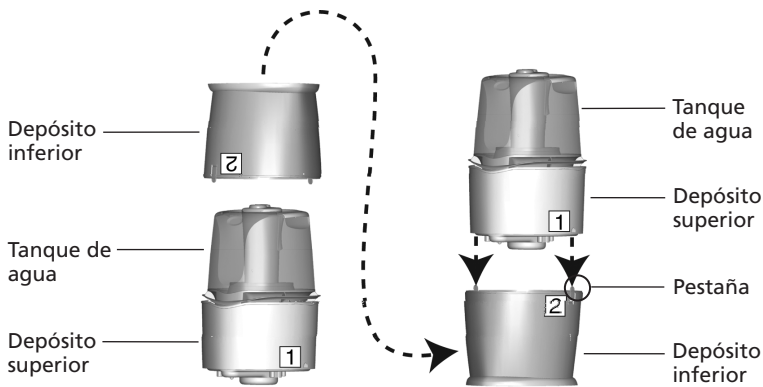

Figura 3
3. Saque el depósito inferior (marcado con el número 2) del tanque de agua y el depósito superior (marcado con el número 1). Vea la figura 3.
5. Levante el depósito superior (marcado con el número 1) y el tanque de agua y colóquelos encima del depósito inferior (marcado con el número 2) de tal forma que las dos pestañas del depósito inferior queden acopladas al depósito superior. Vea la figura 3.